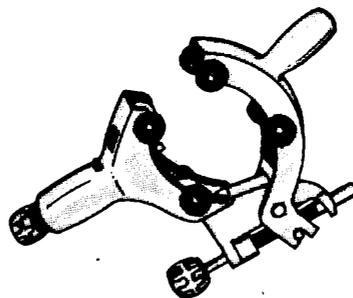

Fig. 4
*CORTATUBOS MIXTO (PARA PLÁSTICO Y COBRE)* (fig. 4).